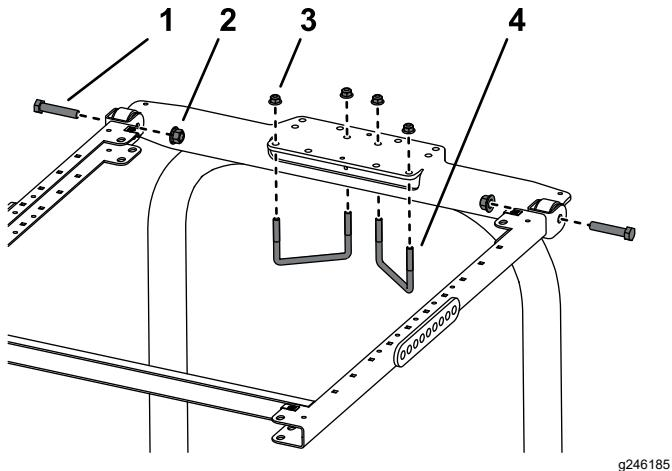

Bild 18
- Befestigen Sie die Befestigungshalterung des Überrollschutzes an der Oberseite des Überrollbügels der Zugmaschine (Bild 18).
- Befestigen Sie den Rahmen an der Befestigungshalterung des Überrollschatzes (Bild 18).
- Befestigen Sie die Befestigungshalterung des Überrollschatzes mit zwei U-Bügeln ($4\frac{1}{2}'' \times 2\frac{3}{4}''$) und vier Bundmuttern in den in Bild 18 abgebildeten Befestigungslöchern an der Oberseite des Überrollbügels.